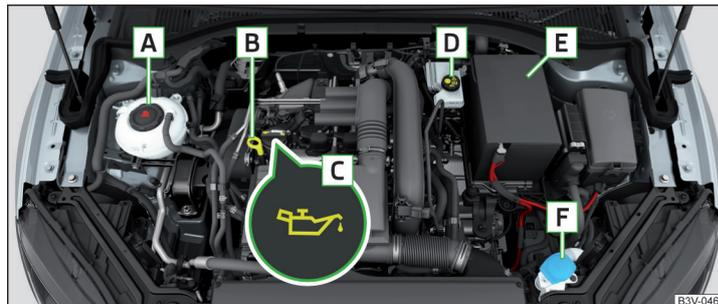

Abb. 318 Anordnungsbeispiel im Motorraum
- › Den Deckel der Motoröleinfüllöffnung **C** abschrauben » Abb. 318 auf Seite 284.